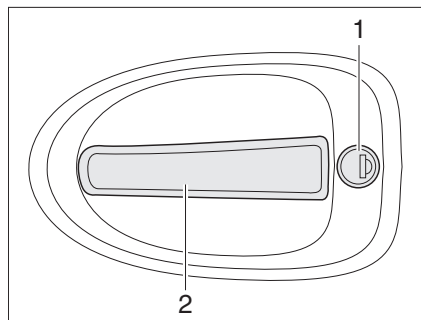

Fig. 39 Cerradura de la puerta del conductor, en el exterior
**Abrir:** ■ Introducir la llave en el cilindro de cierre (Fig. 39,1) y girarla hasta que esté desbloqueada la cerradura de la puerta.
■ Tirar del tirador de la puerta (Fig. 39,2). La puerta está abierta.
**Bloquear:** ■ Introducir la llave en el cilindro de cierre (Fig. 39,1) y girarla hasta que esté bloqueada la cerradura de la puerta.